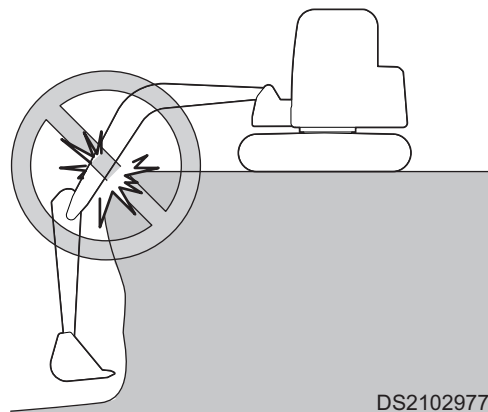

Figura 42
5. Evite que la parte inferior del brazo interfiera o entre en contacto con el suelo o las orugas al excavar un hoyo profundo. Consulte Figura 42.